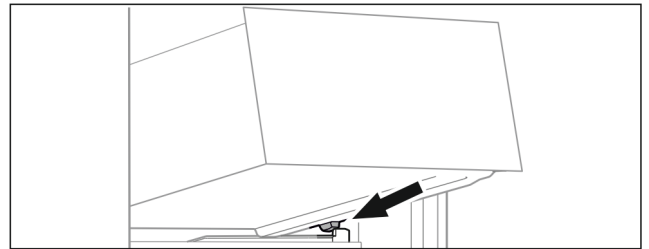

Fig. 59
- ▶ Lade schuin achter de stoppers op containerrib plaatsen. (zie Fig. 59)